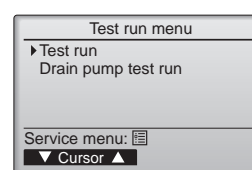

Fig. 7-4
- ④ Виберіть «Test run» (тестовий прогін) за допомогою кнопок [F1] або [F2], а потім натисніть кнопку [✓] (Fig. 7-4).